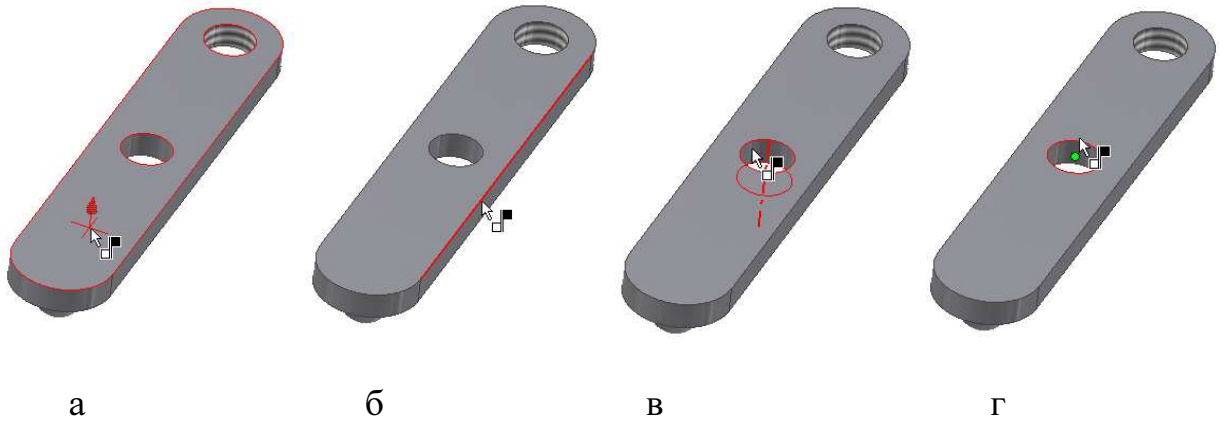

Рис. 125
- **плоскостями**, рисунок 125, а;
- **линиями**, рисунок 125, б (между ребрами) и 125, в (между осями)
- **точками**, рисунок 125, г (между центрами окружностей или центрами радиусов скруглений).